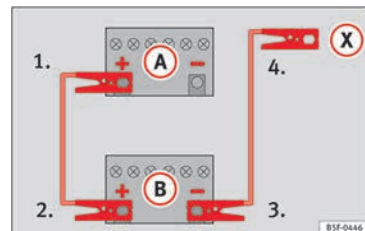

Fig. 76 Esquema de conexión para vehículos sin sistema Start-Stop.
2. Emborne un extremo del cable *rojo* de emergencia al polo positivo (+) del vehículo con la batería descargada (A) » fig. 76.
3. Emborne el otro extremo del cable *rojo* de emergencia al polo positivo (+) del vehículo que suministra la corriente (B).
4. En los vehículos sin sistema Start-Stop: emborne un extremo del cable *negro* de emergencia al polo negativo (-) del vehículo que suministra la corriente (B) » fig. 76.